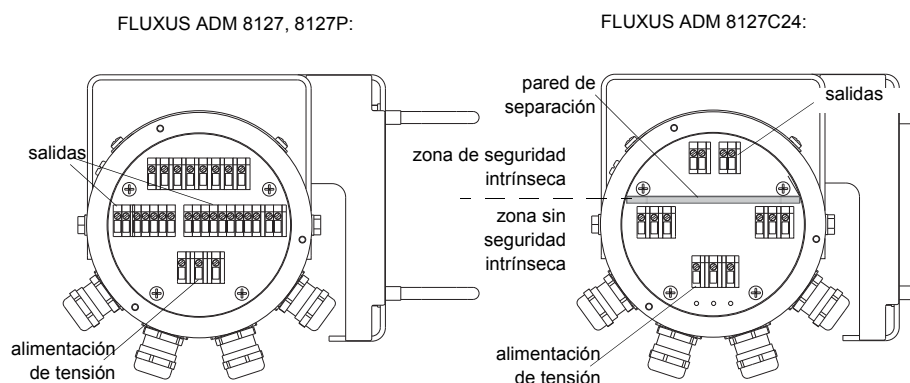

Fig. 7.9: Bornes para la conexión de la alimentación de tensión y de las salidas
- Conectar los conductores en los bornes del convertidor de medición en correspondencia a la tensión indicada en la placa de características debajo de la regleta de bornes KL1 (véase Fig. 7.9 y Tab. 7.4).
- Conectar los conductores del cable de salida en los bornes del convertidor de medición (véase Fig. 7.9 y Tab. 7.5).